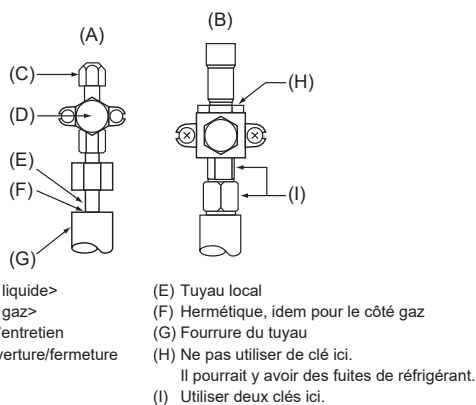

Fig. 4-4
4.4. Test d'étanchéité des tuyaux de réfrigérant (Fig. 4-4)
- Vérifier que les vannes (A) et (B) sont fermées et ne pas les ouvrir.
- Ajouter de la pression dans les tuyaux de réfrigérant par l'orifice de service (C) de la vanne de liquide (A).